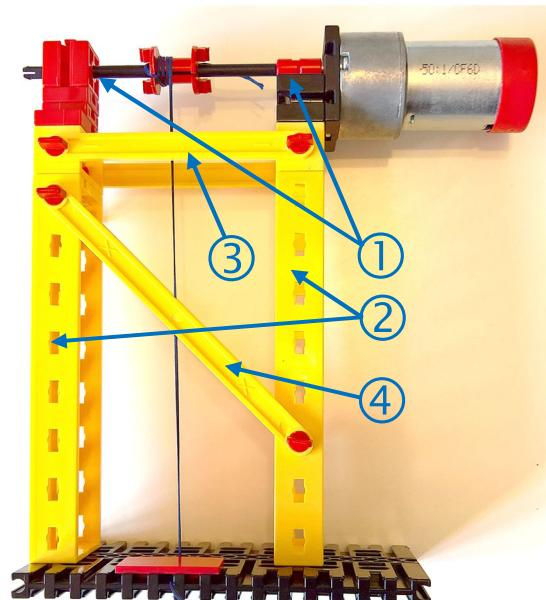

Abb. 3: Verbesserter Antrieb
1. Ganz wichtig: Die Achse der Seiltrommel ist beidseitig gelagert! Links und rechts wird sie sauber getragen und verbiegt sich nicht mehr so (① in Abb. 3).
2. Die Konstruktion wird von insgesamt vier Statikträgern gehalten anstatt nur von einem. Links und rechts sitzen je zwei, damit beide Achslager (rechts im Powermotor, links im BS15 mit Bohrung) von unten gestützt werden. Auf jeder Seite sind es zwei, damit die Tragkraft in alle Richtungen gleichmäßig abgeleitet wird und nichts verbiegt (② in Abb. 3).
3. Damit die Statikträger links und rechts auch ganz oben beim Motor den richtigen Abstand einhalten, wird der mit zwei I-Streben 75 erzwungen (③ in Abb. 3). Die I-Streben (das „I“ sieht man auf einer Seite der Strebe) haben immer genau die richtige Länge (nämlich ein ganzzahliges Vielfaches von 15 mm), um sie genau längs oder genau quer im fischertechnik-Raster anzubringen. Das ist wichtiger, als man vielleicht auf den ersten Blick denkt: Wäre das nicht der Fall und der linke Träger würde z. B. nach rechts zum Motor gedrückt werden, würde der BS15 mit Bohrung oben ja auch etwas schräg stehen. Dadurch würde die Achse sich in ihm wieder verspannen; der Motor hätte viel schwerer zu arbeiten und könnte doch nicht so viel Last anheben.
4. Das Verbiegen der gesamten Anordnung nach links und rechts (z. B. bei sehr schwerer Last) verhindern zwei X-Streben 106 (④ in Abb. 3, eine vorne und eine auf der Rückseite des Modells). X-Streben (auch das „X“ sieht man auf einer ihrer Seiten) haben immer genau die richtige Länge, um genau im 45°-Winkel diagonal eingebaut zu werden (woraus sich ihre vielleicht seltsam anmutenden Längen wie 42,4 mm, 63,6 mm usw. ergeben [1]). Probiert einmal, den Aufbau mit und ohne die Diagonal-Streben nach links und rechts zu drücken. Ihr werdet sofort bemerken, wie stabil das Modell durch diese Streben wird.